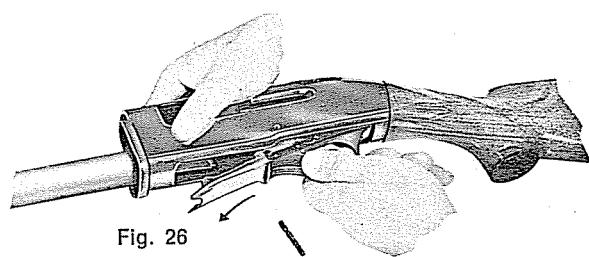

Fig. 26
- b) Premere lo svincolo e sfilare verso l'avanti il gruppo sottoguardia (fig. 26).
- b — press in carrier latch.button and slide trigger plate assembly forward downwards (fig. 26).
- b — appuyer sur le pousoir du levier d'arrêt de l'élévateur et retirer l'ensemble du pontet vers l'avant et vers le bas (fig. 26)